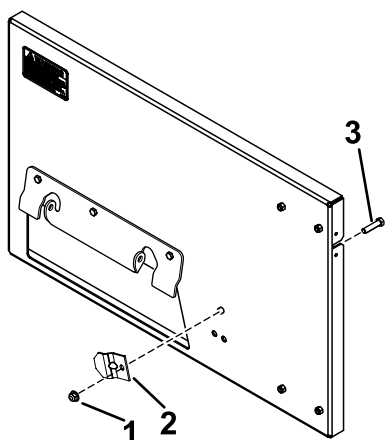

図 3
3. バグークランプをバガーとアダプタに取り付けるボルト $\frac{3}{8}$  x  $\frac{3}{4}$ "とロックナット $\frac{3}{8}$ "を使用する 図 3。